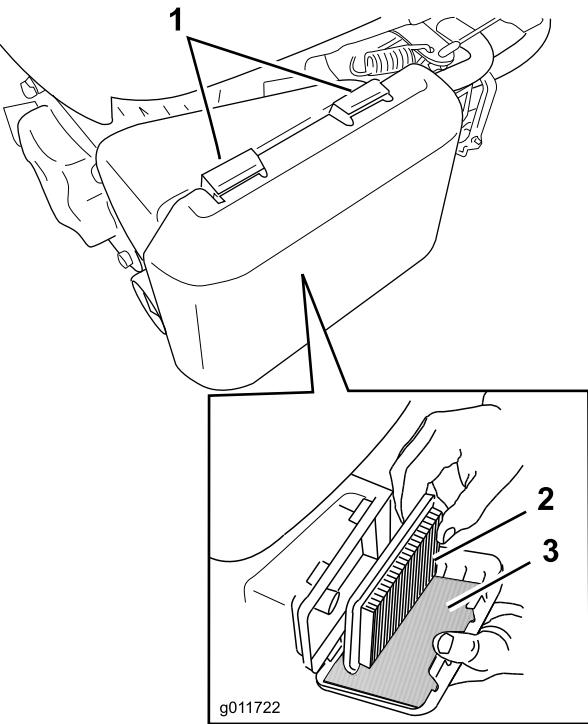

Figura 25
- Presione hacia abajo los cierres de la parte superior de la tapa del limpiador de aire (Figura 25).
3. Retire el filtro de aire de papel y el pre-filtro de gomaespuma (Figura 25).